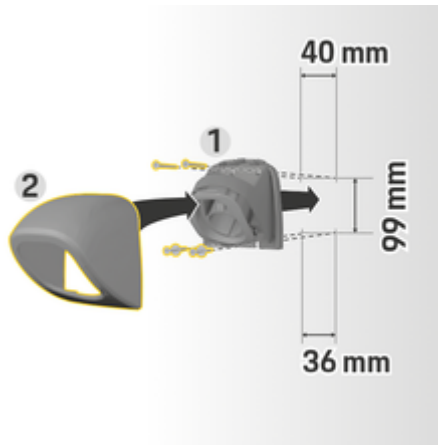

图 133 钻孔尺寸
1. 将接头固定器 1（图 133）从盖子 2（图 133）上拆下。
4. 将接头固定器 1（图 133）拧到墙壁上。
5. 将盖子 2（图 133）从下方安装到接头固定器 1（图 133）上，并且向上推。